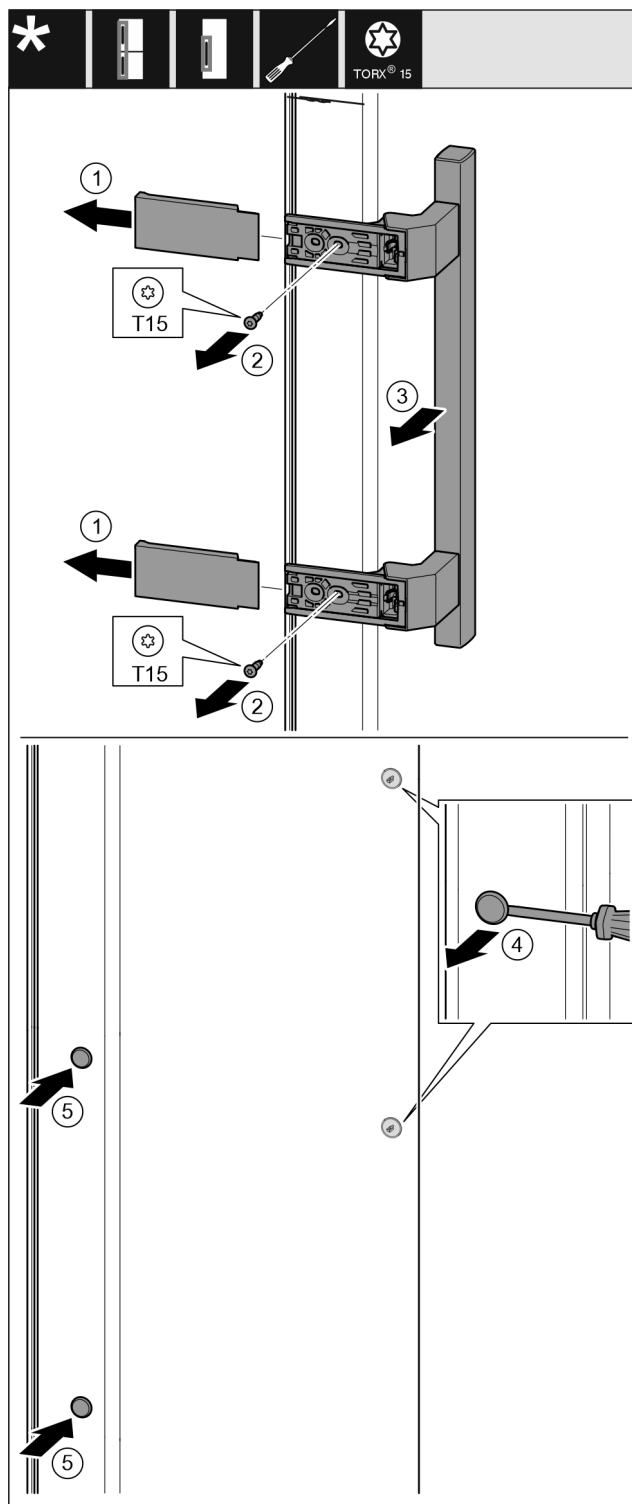

Fig. 39
- Trekk dekslet av. Fig. 39 (1)
- Skru ut skruene med skrutrekker T15. Fig. 39 (2)
- Ta av håndtaket. Fig. 39 (3)
- Løft sideproppen forsiktig opp med en skrutrekker, og trekk den ut. Fig. 39 (4)
- Sett proppen inn igjen på den andre siden. Fig. 39 (5)